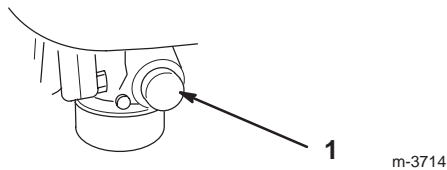

Figure 11
2. Appuyez sur l'amorceur à trois reprises, en marquant une pause de deux secondes chaque fois (Fig. 11).